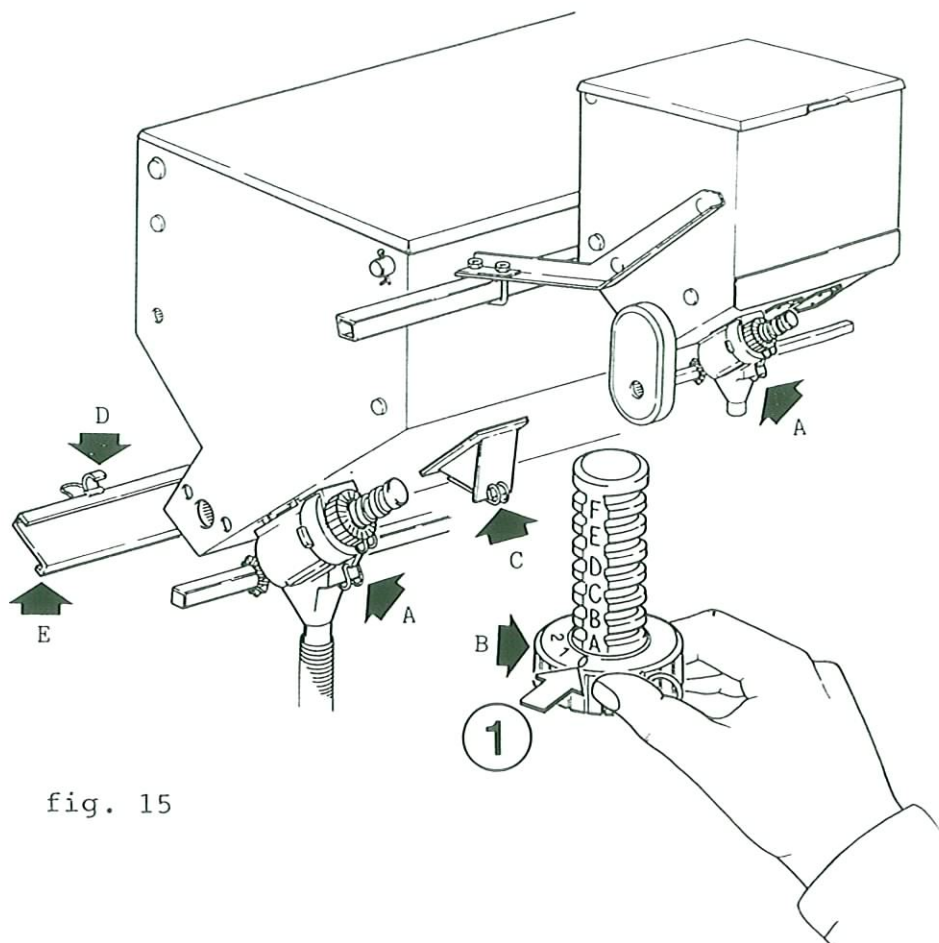

fig. 15
La diffusione del prodotto fertilizzante ed insetticida, avviene per mezzo dei distributori (A) (diversi come dimensioni) Fig. 15, montati sui serbatoi spandiconcime e microgranulatore. La quantità da distribuire (vedi tabelle distribuzione), si regola con la ghiera (B) e la posizione di lettura della regolazione è come indicato al punto (1).
The distribution of fertilizer and insecticide is performed by means of the distributors (A Fig. 15 mounted on the tanks of the fertilizer and microgranule. The quantity to be distributed is regulated through the ringnut (B); reading position of adjustment as shown at point 1.
L'épandage d'engrais et la mise en place de microgranulés insecticides sont réalisés par l'intermédiaire des distributeurs (A) (qui existent en différentes dimensions), cf. Fig. 15, montés sur le réservoir d'engrais, resp. de microgranulés. La quantité apportée (voir à ce propos les tableaux de distribution qui figurent aux pages suivantes) doit être réglée au moyen de la molette (B), dont la position est repérable précisément par le point de lecture indiqué par la flèche (1). Ces distributeurs, en matière plastique, n'ont pas besoin d'être lubrifiés. Pour un travail précis, il est recommandé de procéder, lors du remisage de l'engin, à un nettoyage approfondi du dispositif d'épandage de l'engrais. Pour ce faire, extraire tout d'abord le solde éventuel d'engrais par la trappe de vidange (C); actionner ensuite le dispositif de fermeture de la tôle inférieure (D), pour déposer cette tôle (E), et laver abondamment avec de l'eau.
Die Ausbringung von Handelsdüngern und Insektiziden geschieht mittels der Minimax-Verteiler (A). Fig. 15 (unterschiedlich nur in der Größe) die auf den Behältern der Düngerstreuer und Mikrogranulatstreuer montiert sind. Die Ausbringmenge (siehe Streutabelle) reguliert man durch Drehen der Ziffer am Ring (B), zum Buchstaben auf der Spindel (F), wie im Punkt 1 gezeigt wird.
El esparcimiento del producto fertilizante e insecticida se efectúa mediante unos distribuidores (A) (de diferente tamaño) Fig. 15 montados en los depósitos abonadores y microgranuladores. La cantidad a esparcir (véanse las tablas de distribución) se regula mediante la abrazadera (B) y la posición de lectura de la regulación es la que indica el punto 1. Los distribuidores son de plástico y no necesitan lubricación. Se recomienda, al final del trabajo, limpiar cuidadosamente los depósitos, especialmente los del abono. Descargar el producto residual de la puerta (C), desenganchar los cierres (D) y quitar la puerta de limpieza (E), lavar cun abundante agua.